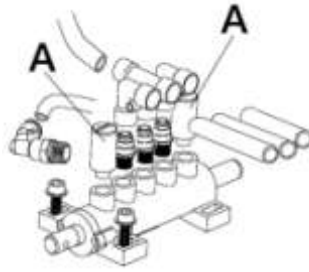

Fig. 17
- Limpie las válvulas de las pinzas de sujeción y del presionador de neumáticos cada 6 meses (fig. 17).
- Desatornille las válvulas silenciadoras del presionador y de las pinzas de sujeción (fig. 17)